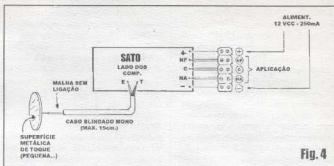

Fig. 4
caso do modelo G1RC2 utilizado no circuito... Um eletrolítico de 100u executa um *grosso* desacoplamento/filtração nas linhas de alimentação C.C. (em certos casos, poderá até ser *desprezado* tal componente, ou mesmo ter seu valor reduzido para 47u ou 10u, sem problemas...). Com o relé recomendado, cargas de C.A. (110 ou 220 volts) que consumam uma corrente de até 10A, num regime de potência de até *mil watts*, poderão ser tranquilamente comandadas, e com plena segurança pra o operador, uma vez que existe completa isolamento entre este, a dita carga, e a C.A. que a energiza... Um comentário final: a cabagem entre a placa de impresso (terminal de *base* do BC547) e a superfície metálica sensora deve ser *bem curta* - de preferência limitada a poucos centímetros - para se evitar a captação de interferências, que poderiam manter o circuito *falsamente* ativado (mesmo sem o toque do dedo do operador sobre o sensor...) Pode-se estender essa ligação a um máximo de 15 cm, porém - nesse caso - obrigatoriamente fazendo-a com cabo blindado mono (esquematizada a blindagem em linhas tracejadas, no diagrama...), *nos conformes* da FIG. 4, a ser vista mais à frente...
- FIG. 4 - CONEXÕES EXTERNAS À PLACA - De novo o impresso (como